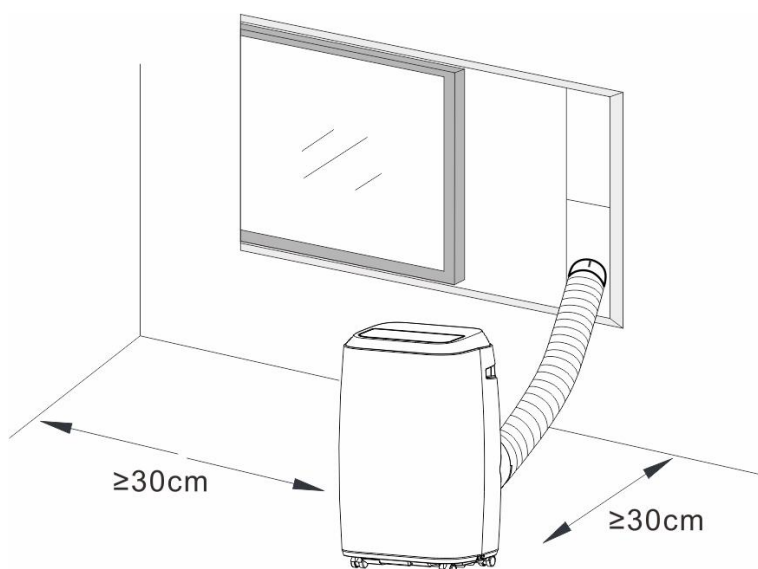

Fig.8
- Un climatiseur mobile doit être installé dans un endroit plat et vide tout autour. Ne bloquez pas la sortie d'air, et la distance requise autour doit être d'au moins 30 cm. (Voir Fig.8)